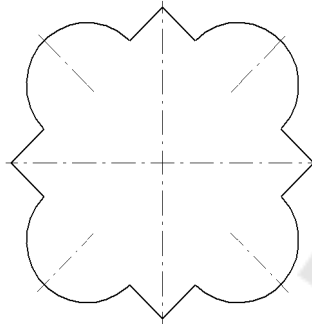

Рис. 49
6. Прочертить осевые линии для дуг (рис. 49) поверх вспомогательных линий, используя привязку **Точка на кривой**. Стереть вспомогательные линии.